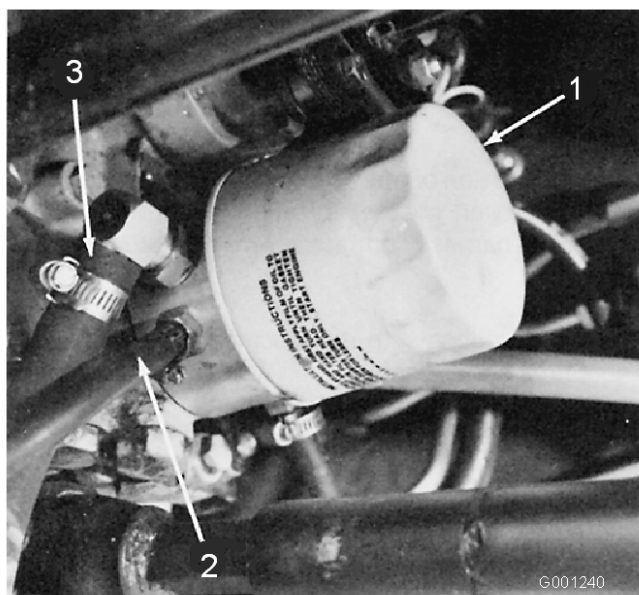

Figura 69
4. Limpe a zona em redor do filtro de óleo hidráulico e retire o filtro (Figura 69).